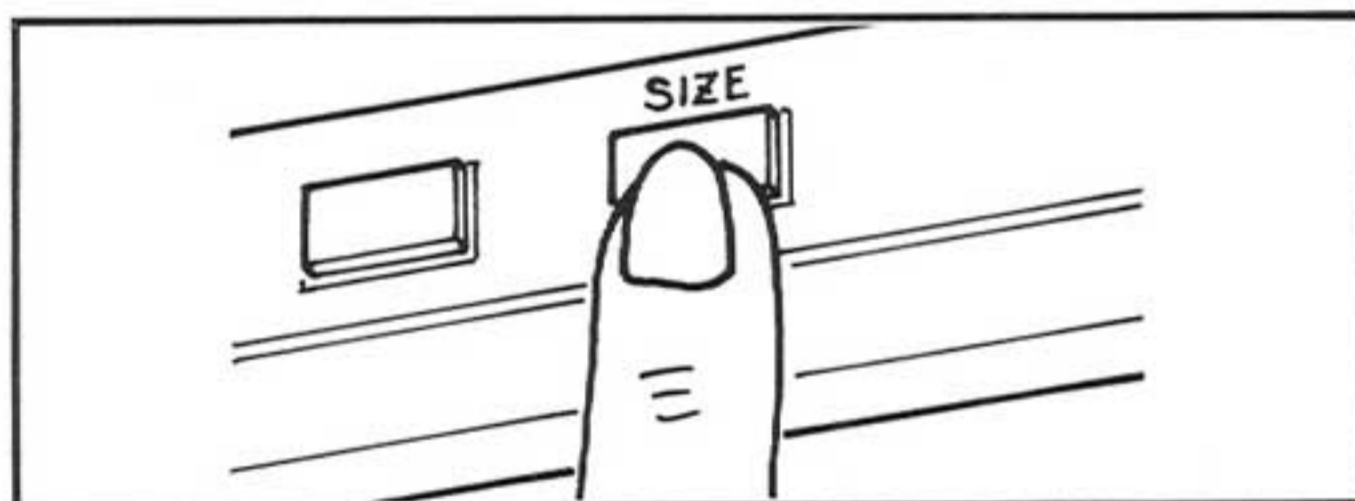

Fig. 20 Abb. 20
4. Set the SIZE switch according to the record size. (Fig. 20) (■ . . . 30 cm, ▬ . . . 17 cm)
4. Stellen Sie den Schalter für die Schallplattengröße (SIZE) entsprechend der Schallplattengröße ein. (Abb. 20) (■ ... 30 cm, — ... 17 cm)
4. Placer le commutateur de sélection de taille (SIZE) suivant la dimension du disque. (Fig. 20) (■ ... 30 cm, — ... 17 cm)